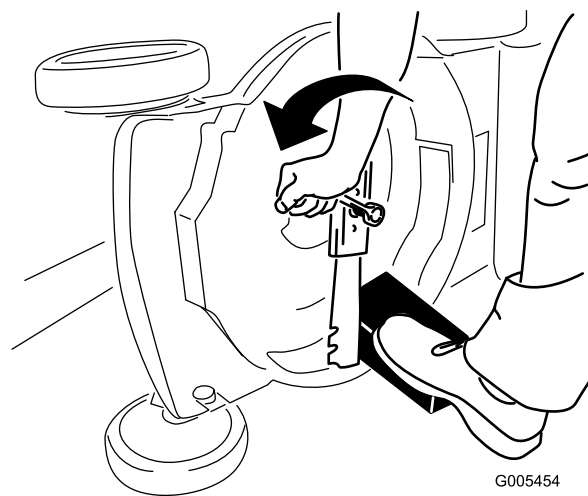

Figure 52
3. Immobilisez la lame avec un morceau de bois (Figure 52).
4. Déposez la lame mais ne jetez pas les fixations (Figure 52).